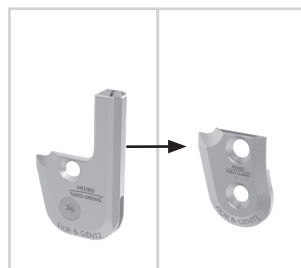

Fig. 22
- 2 Montez la plaque supérieure de l'articulation modulaire **NEURO VARIO-CLASSIC** dans la largeur modulaire appropriée (Fig. 22).